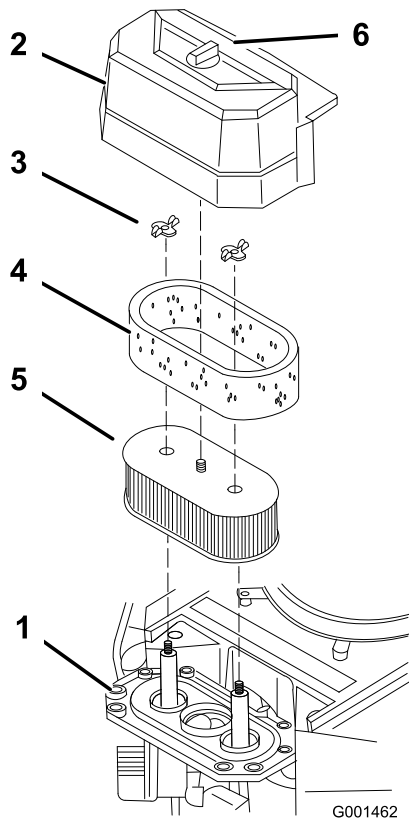

Figure 21
3. Nettoyez la surface autour du filtre à air pour éviter que des impuretés n'endommagent le moteur en tombant à l'intérieur (Figure 21).
4. Dévissez le bouton du couvercle et déposez le couvercle du filtre à air (Figure 21).
5. Dévissez les 2 écrous à oreilles et déposez l'ensemble filtre à air (Figure 21).
6. Sortez délicatement l'élément en mousse de l'élément en papier (Figure 21).
1. Ne nettoyez pas l'élément en papier. Remplacez-le toutes les 200 heures de fonctionnement (Figure 21).
1. Glissez délicatement l'élément en mousse sur l'élément en papier (Figure 21).
2. Posez l'ensemble filtre à air sur sa base et fixez-le en place avec les 2 écrous à oreilles (Figure 21).
3. Mettez le couvercle du filtre en place et serrez le bouton (Figure 21).